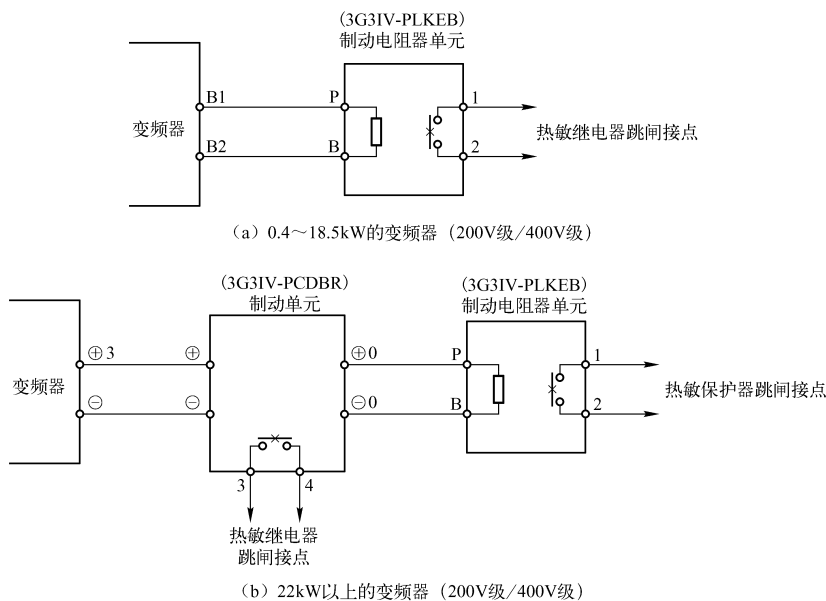

图 4-15 制动电阻器单元连接
⑩ 制动电阻器单元（如 3G3IV-PLKEB 型）/制动单元（3G3IV-PCDBR 型）的连接如图 4-15 所示。